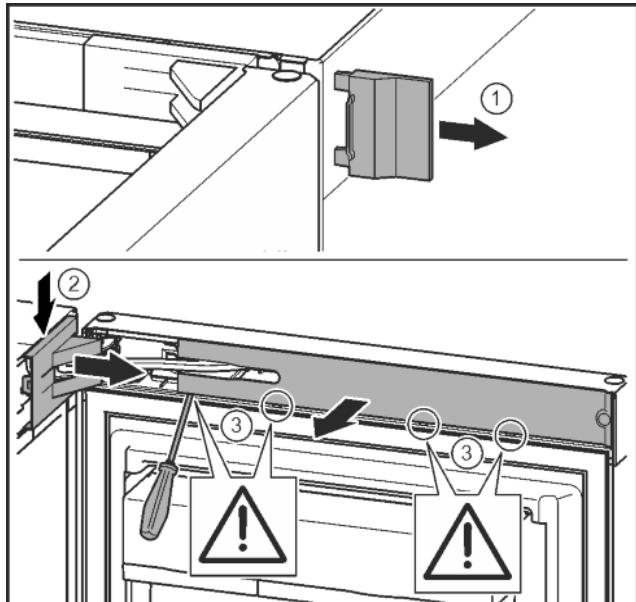

Fig. 8
- Снять внешнюю крышку. Fig. 8 (1)
- ▶ При помощи отвертки освободить крышку опорного кронштейна и отсоединить. Снять крышку опорного кронштейна. Fig. 8 (2)
- ▶ Шлицевой отверткой вывести накладку из зацепления и отвести в сторону. Fig. 8 (3)